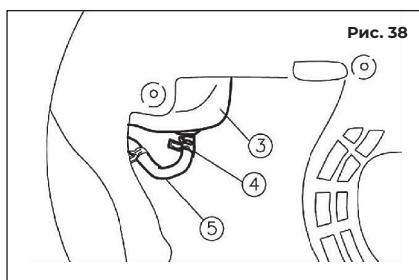

Рис. 38
2. Удерживайте и поднимите зажим 4 , затем снимите шланг 5 с бака, рис. 38.